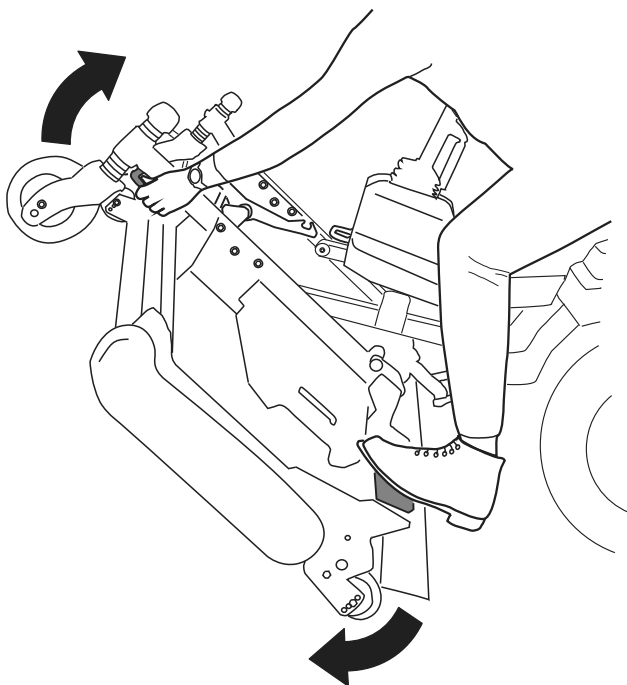
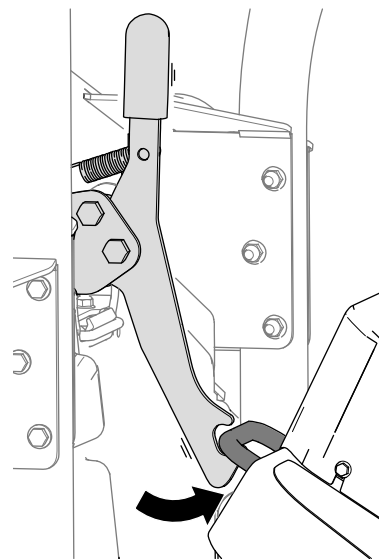

Figura 39
Figura 40
5. Gire la unidad de corte (Figura 39) hasta que el cierre se enganche en el soporte de amarre (Figura 40).
1. Desenganche el cierre de la unidad de corte del soporte de amarre (Figura 41) girando la unidad de corte ligeramente hacia adelante (consulte Figura 39) y tirando hacia adelante de la palanca del cierre.